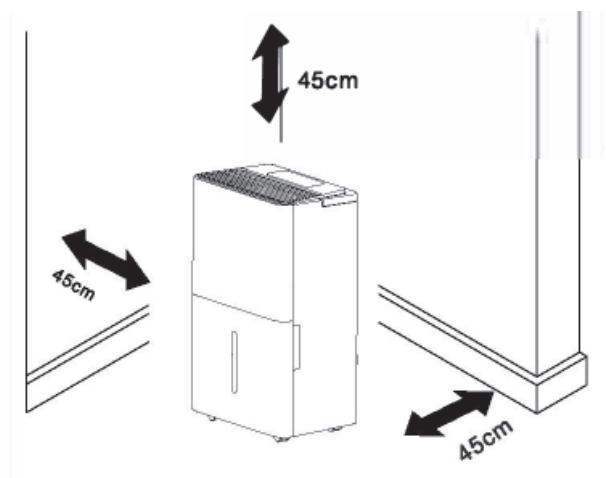

fig. 5
3. Prévoyez un espace d'au moins 45 cm autour et au-dessus de l'appareil pour un travail efficace. (fig. 5)